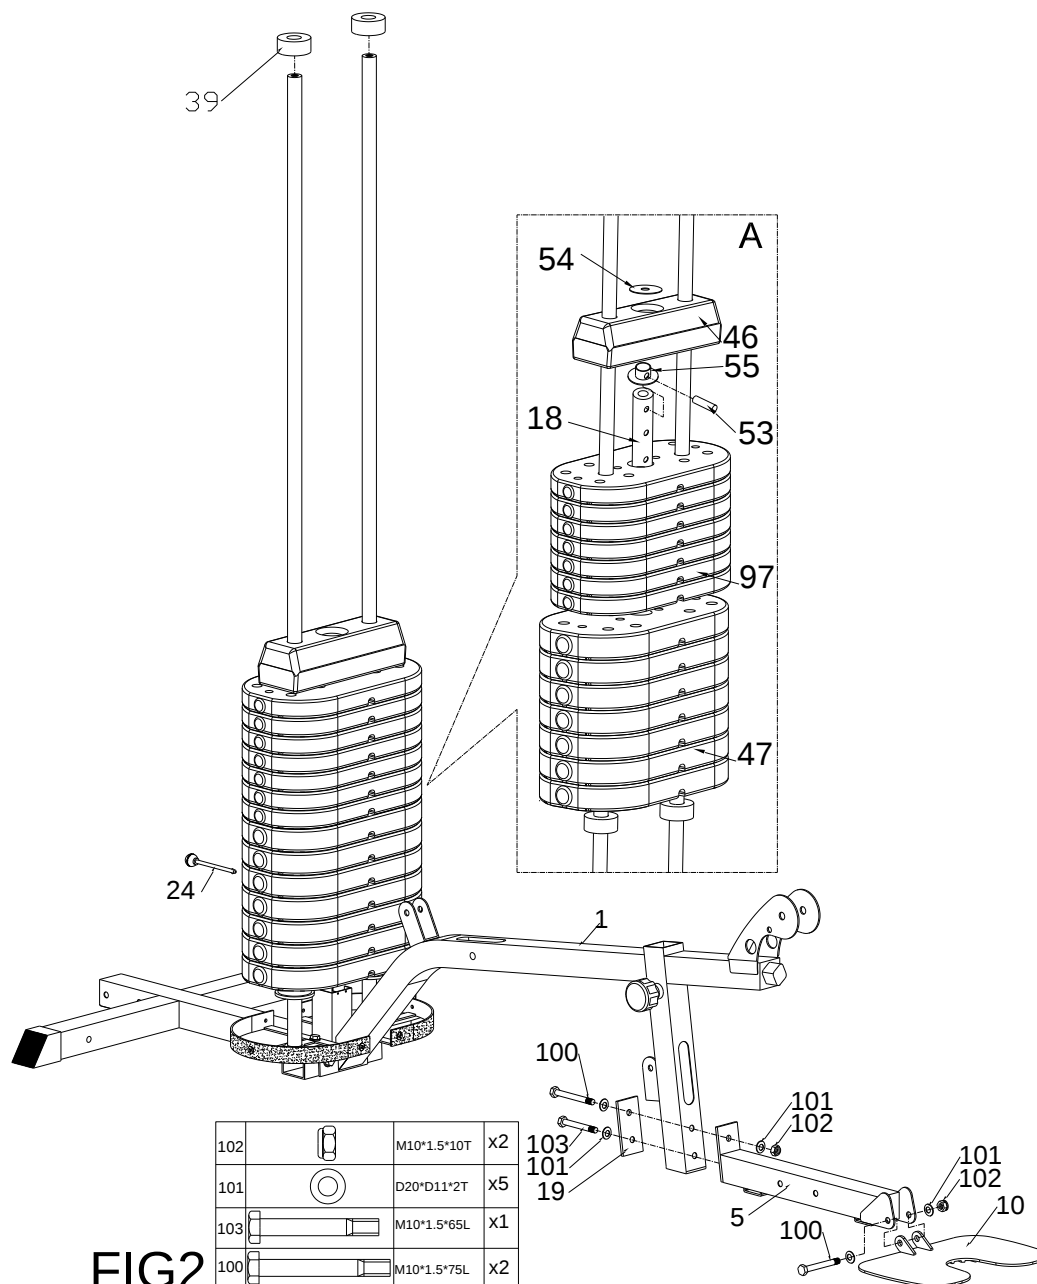

FIG2
- 2) Płyta dla stopy może być regulowana w pionie, jak pokazano na rys. 2.